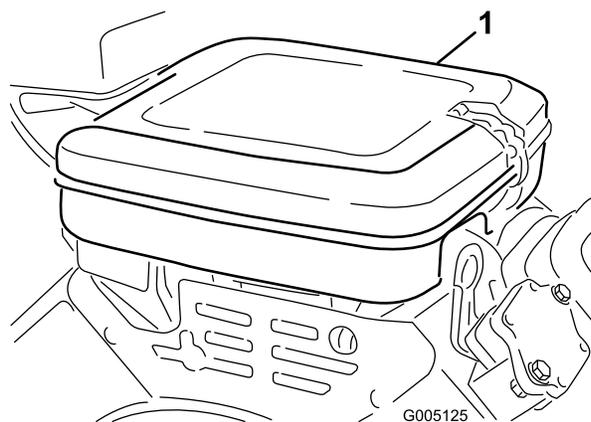

Рисунок 26
1. Очистите крышку воздухоочистителя (Рисунок 26).